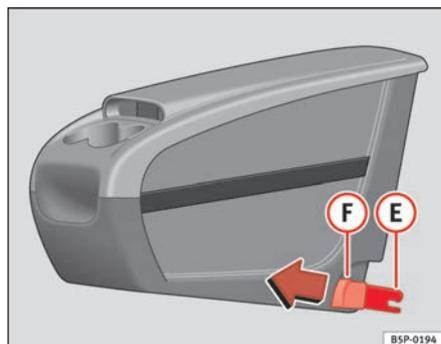
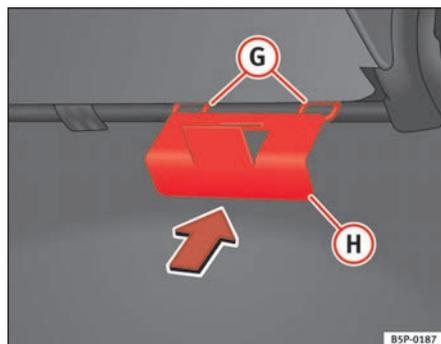

Fig. 111 Rangement mobile. Montage
Fig. 112 Plaque de fixation du rangement mobile
- Placez depuis l'intérieur du véhicule la plaque de fixation (H) ⇒ fig. 112 du rangement mobile par la partie arrière du dossier. Elle doit être située entre le dossier et le coussin, dans la zone de la place centrale.
- Mettez face à face les deux pièces de fixation (E) ⇒ page 148, fig. 111, avec les deux anneaux de fixation (G) ⇒ page 148, fig. 112 et appuyez fortement jusqu'à ce que les deux pinces s'enclenchent totalement dans les anneaux.
- Tirez sur chacun des boutons ⇒ page 148, fig. 111 (F) des pinces (boutons rouges) vers l'avant, jusqu'à entendre leur déclipsage.